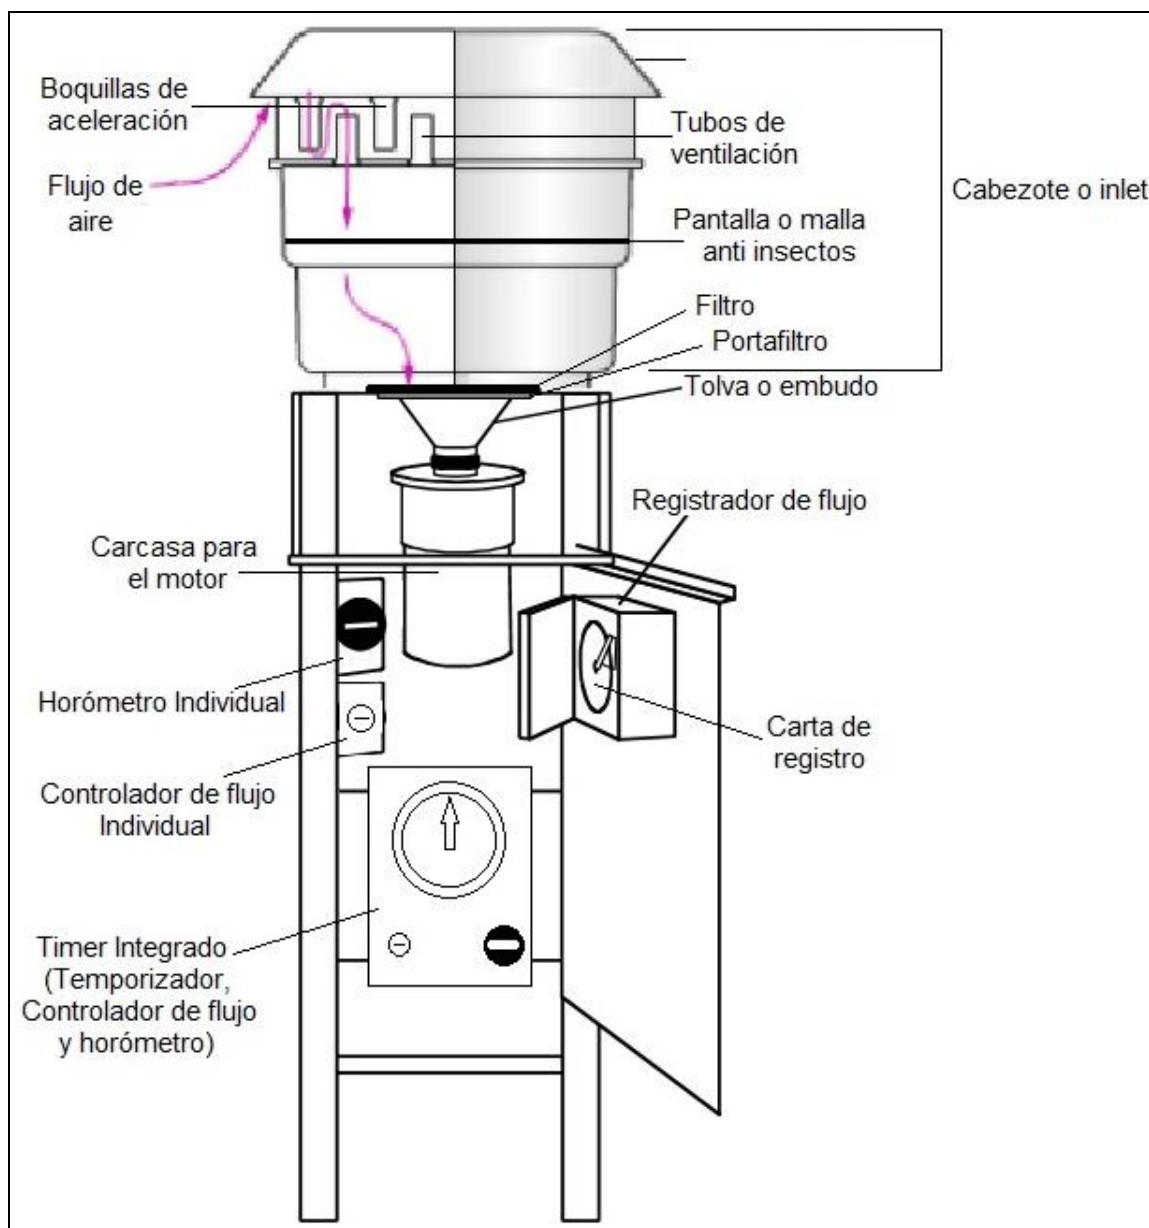

Figura 2. Esquema general de un muestreador Hi Vol PM10. Fuente: Adaptado del Manual de Operaciones (Tisch).
**6.2. Identificación de las partes del equipo:** En la Figura 2 se observa un esquema general de un muestreador Hi Vol PM10 en el cual se debe tener en cuenta que hay algunos Timer que son integrados (poseen temporizador, controlador de flujo y horómetro en una sola parte), pero también se pueden encontrar estos componentes de manera individual. Así mismo, en la Figura 3 se observan las partes internas de un motor (que están contenidas en la carcasa) y en la Figura 4 se muestran las partes del portafiltros.